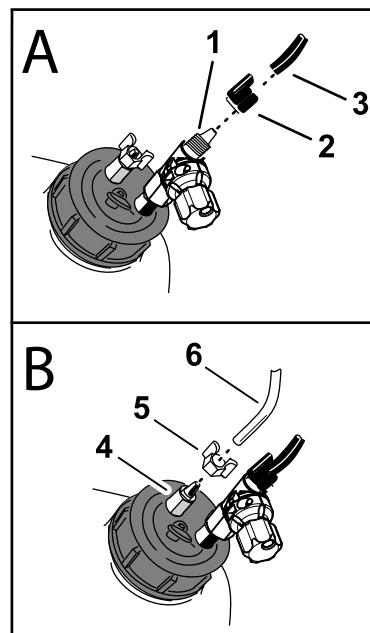

Рисунок 2
- Установите синюю зажимную гайку (Рисунок 2), снятую при выполнении пункта 3 в разделе Установка клапана контроля пенообразования \(страница 4\), на синюю трубку контура возврата между компрессором и баком, которую вы отрезали при выполнении действий, описанных в разделе 2 Подготовка трубок \(страница 3\).
- Вставьте синюю трубку с синей гайкой в штуцер на регулирующем клапане, установленном на крышке, и затяните зажимную гайку от руки (Рисунок 2).
- Отверните белую зажимную гайку со штуцера на крышке бака (Рисунок 2).
- Установите белую зажимную гайку на прозрачную трубку контура возврата между компрессором и баком (Рисунок 2).